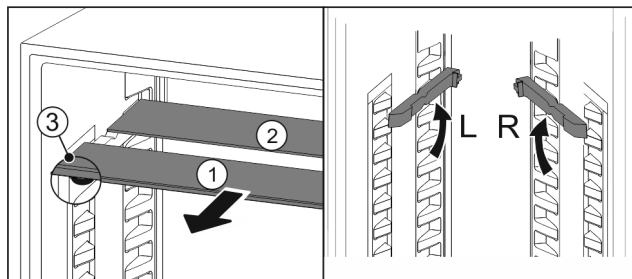

Fig. 78
- ▶ 将玻璃隔板逐个向前拉出 Fig. 78 (1)。
- ▷ 带装饰条的玻璃隔板 Fig. 78 (1)在前。
- ▷ 阻挡装置 Fig. 78 (3)指向下方。